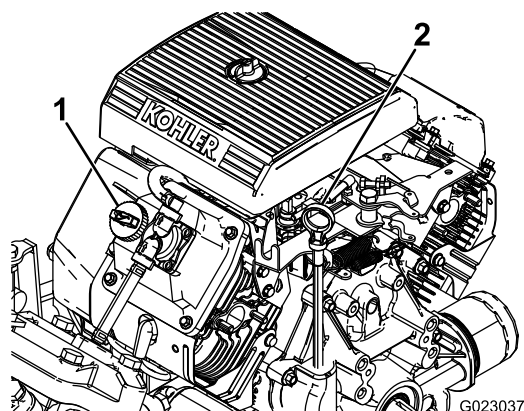

Figura 10
2. Retire la varilla y límpiela con un paño limpio (Figura 10).
4. Si el nivel de aceite es bajo, retire el tapón de llenado de la cubierta de la válvula (Figura 10) Y AÑADA ACEITE POR EL ORIFICIO HASTA QUE EL NIVEL LLEGUE A LA MARCA LLENO DE LA VARILLA; EL TIPO Y LA VISCOSIDAD CORRECTOS FIGURAN EN LA SECCIÓN . Mantenimiento del aceite de motor \(página 51\)